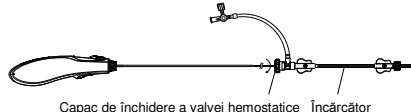

Figura 6. Ilustrarea înșurubării în sens orar a capacului de închidere a valvei hemostatice
- Răsuciți capatul de închidere al valvei hemostatice la un grad adecvat (Consultați **Figura 6**), apoi împingeți și trageți în mod repetat, pentru a vă asigura că tensiunea este corespunzătoare.